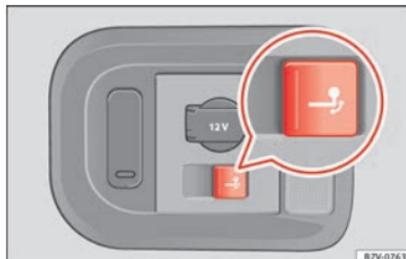

Fig. 229 Lado direito do porta-bagagens: botão para rebater eletricamente a rótula do engate.
- Pressione brevemente o botão » » **Fig. 229**. A rótula é desbloqueada eletricamente e rebate por si mesma para fora. O indicador do botão pisca.
- Pressione brevemente o botão » Fig. 229. A rótula é desbloqueada eletricamente. O indicador do botão pisca.